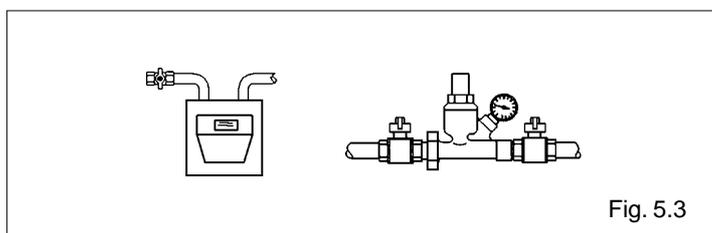

Fig. 5.3
- cerrar la llave del gas y la del agua de la instalación hídrica (fig. 5.3).